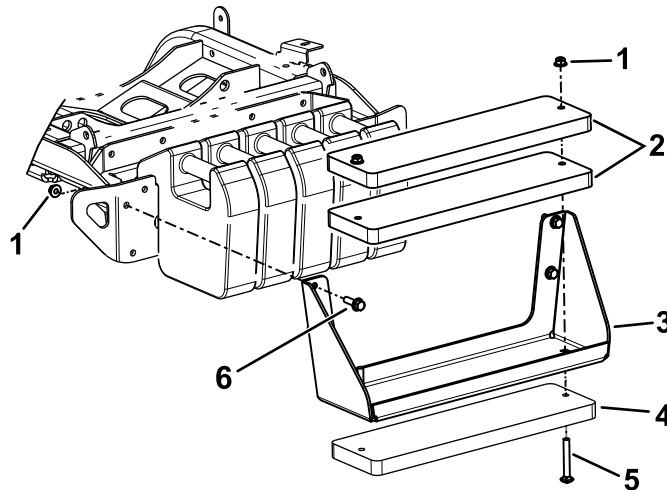

Figure 22
Remarque: Voir la procédure sous Figure 22.
- A. Utilisez les boulons ($\frac{3}{8}$ " x 4") et écrous ($\frac{3}{8}$ ") pour fixer les 3 masses sur le support (Figure 22).
- B. Utilisez les boulons à tête hexagonale et les écrous (inclus dans le kit) pour fixer le support de masses sur la machine (Figure 22).
- A. Déposez le support de masses de la machine (Figure 22).
- C. Utilisez les boulons ($\frac{3}{8}$ " x 4") et écrous ($\frac{3}{8}$ ") pour fixer les 3 masses sur le support (Figure 22).
- D. Utilisez les fixations retirées précédemment pour fixer le support de masses sur la machine (Figure 22).